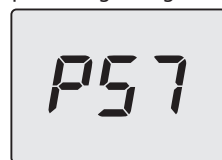

Figura 5.57
- Premere per 1 sec. il tasto 13 (Figura 5.53) per entrare nel parametro selezionato. Il display visualizzerà quanto segue (Figura 5.57).